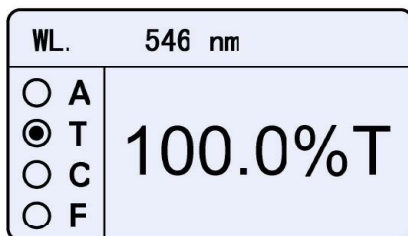

Fig. 4-4
- 1) Pulse  para seleccionar el modo de «T» (Fig. 4-4).